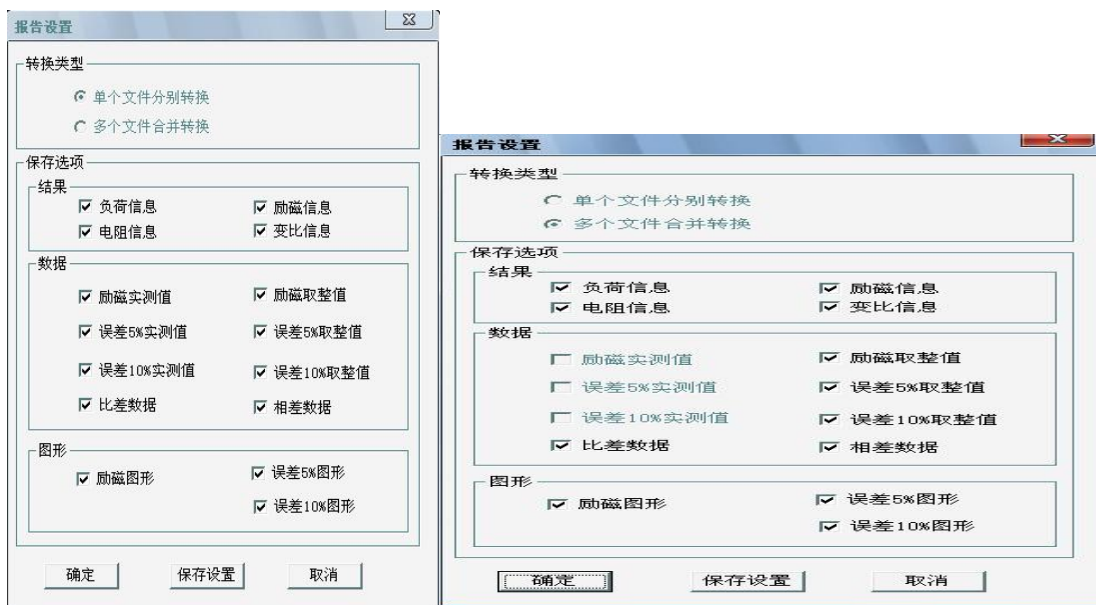

图 3.5 单个文件分别转换报告设置界面 图 3.6 多个文件合并转换报告设置界面
- 1、选择文件：用鼠标选择单个文件，**按住 ctrl 键**可以选择多个试验文件，或按**全选**选择所有文件，再点击**生成报告**，弹出**报告设置**对话框如图 3.5。